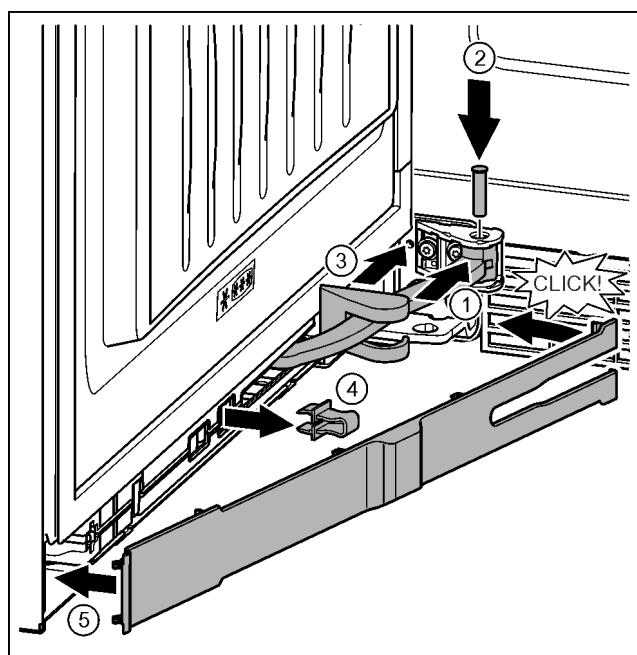

Fig. 45
- ▶ Scharnier in de ophanging draaien. Fig. 45 (1)
- ▶ Bout met een schroevendraaier T15 in de ophanging en het scharnier plaatsen. Opletten dat hierbij de vergrendelnok correct in de groef zit. Fig. 45 (2)
- ▶ Afdekking van de lagerbus langs het scharnier schuiven en over de ophanging monteren. Fig. 45 (3)
- ▶ Borging verwijderen. Fig. 45 (4)
- ▶ Paneel aan de kant van de greep aanbrengen en naar binnen draaien. Fig. 45 (5)